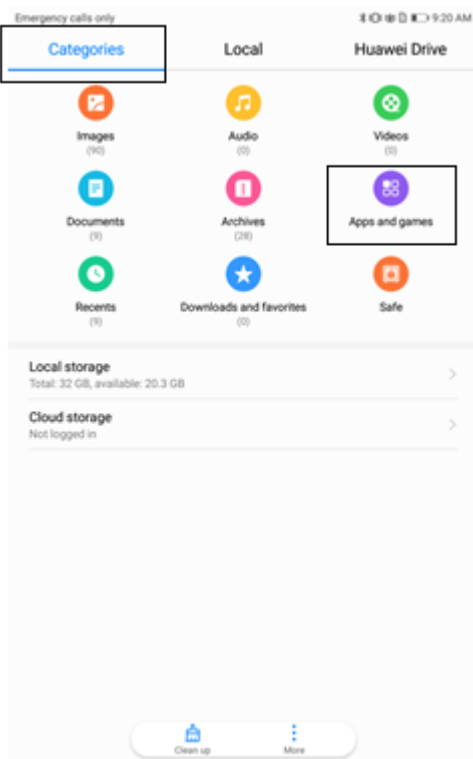

FIGURA 2: Icono de aplicaciones y juegos.
3. Haga clic en el icono Aplicaciones y juegos (Figura 2) en la página de la pestaña Categorías para ver la lista de aplicaciones;